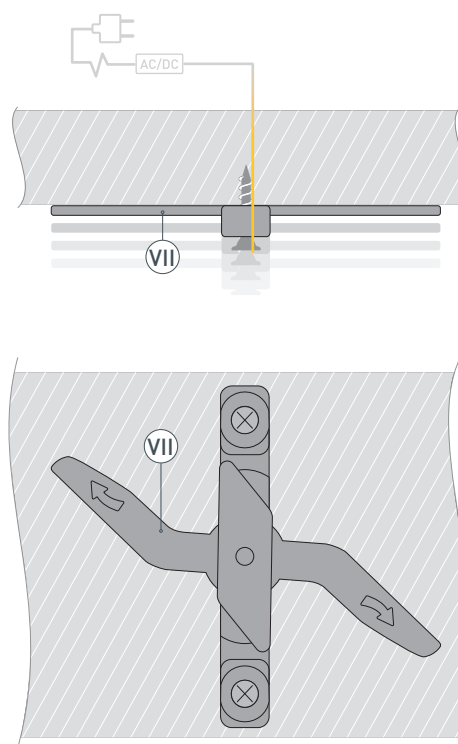

Рис. 1. Вид снизу
- 1** / Закрепите держатель (Ⓙ) на поверхности с помощью шурупов. Положение поворотных частей держателя должно быть как на рис. 1. Выведите кабель от блока питания для светодиодной ленты.